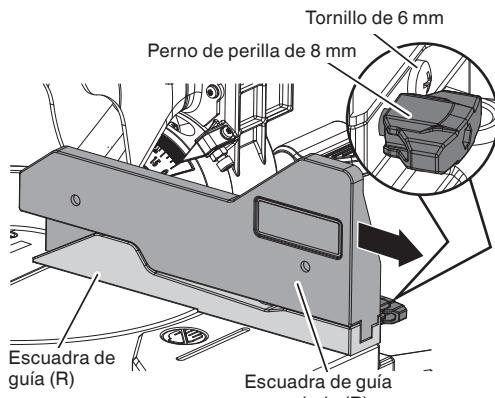

Fig. 12-a
5. Confirmación para el uso de la escuadra de guía secundaria (R) (Fig. 12-a)
**⚠ ADVERTENCIA:** Al cortar en ángulo en bisel derecho, afloje el perno de perilla de 8 mm, deslice la escuadra de guía secundaria (R) hacia fuera.